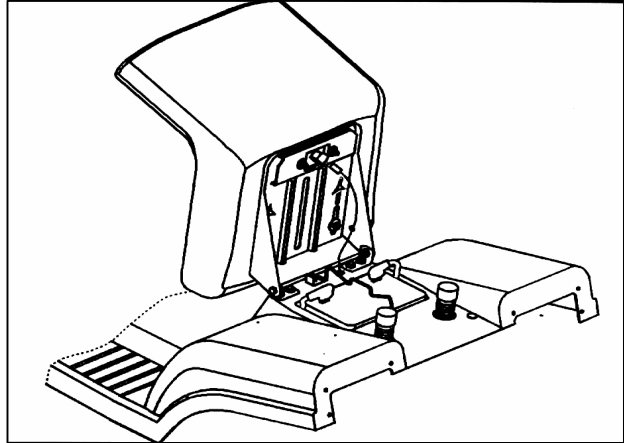

Fig. 8
5. De batterij terugplaatsen en bevestigen met de staaf zie fig.8.